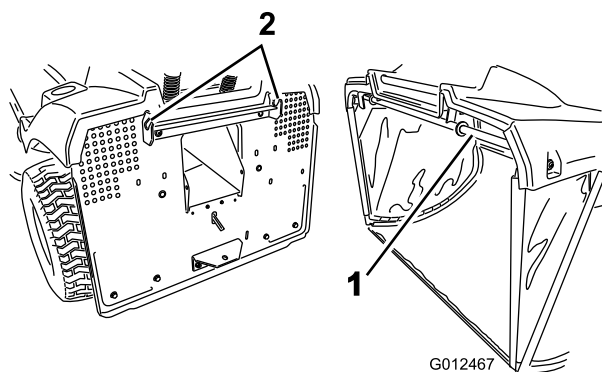

Figura 38
1. Agganciate la barra di supporto superiore ai 2 intagli presenti sulla staffa di supporto posizionata sul retro della macchina (Figura 38).